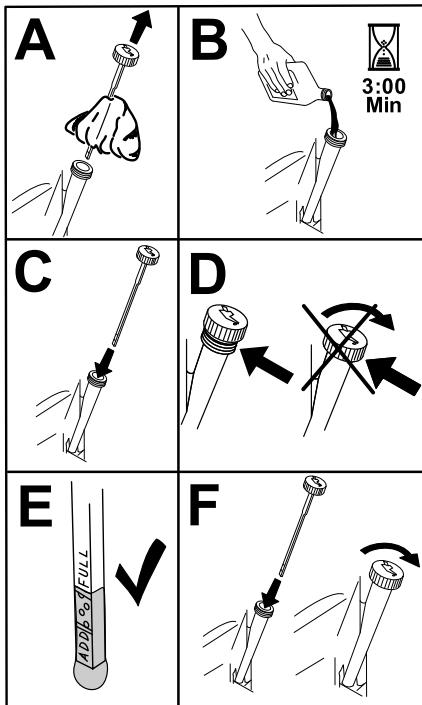

Figura 35
8. Deite cerca de 80% do óleo especificado no tubo de enchimento e adicione lentamente o óleo adicional até chegar à marca **Cheio** (Figura 35).